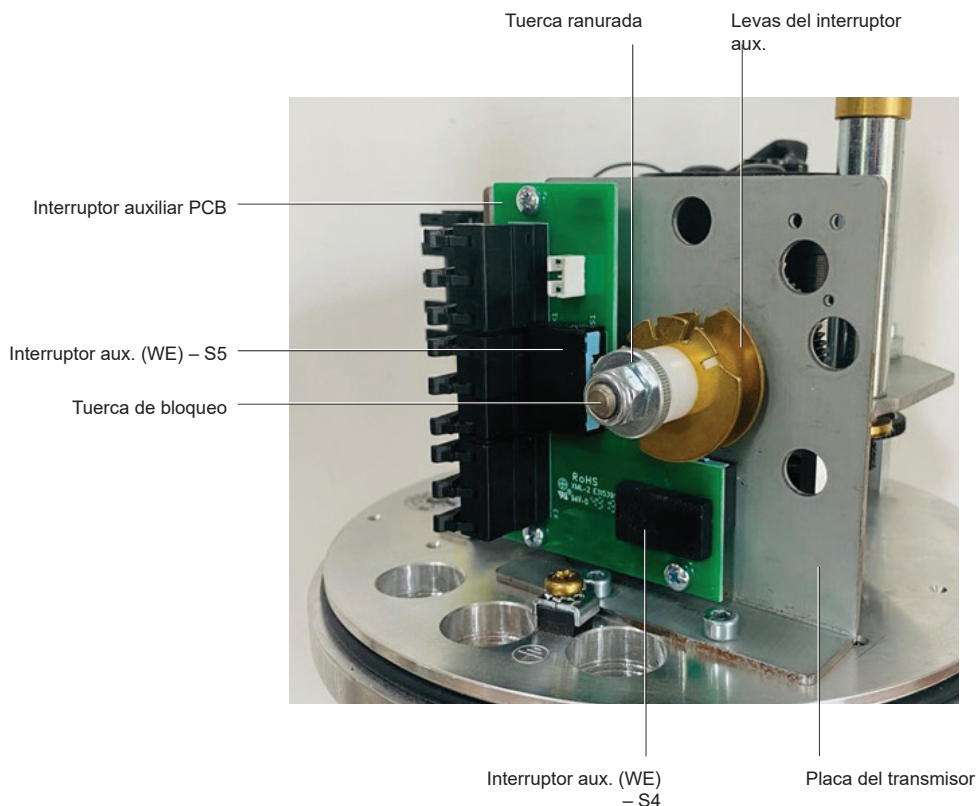

Fig. 8 Disposición del interruptor de recorrido auxiliar (WE) (1-6 kN)
- Monte completamente la placa del transmisor con los interruptores de recorrido auxiliares en la placa base del actuador. Ver Fig. 8 "Disposición de la retroalimentación del interruptor de recorrido auxiliar (1-6 kN)" para obtener información sobre el producto